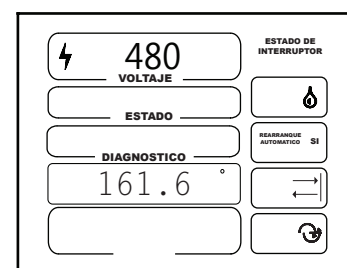

Figura 45-2
3. Desde la pantalla principal, pulse el botón  seis veces para ver la posición actual. Registre la posición actual visualizada en la parte inferior de la pantalla hasta el décimo de grado más cercano como posición A. Vea la Figura 45-2.